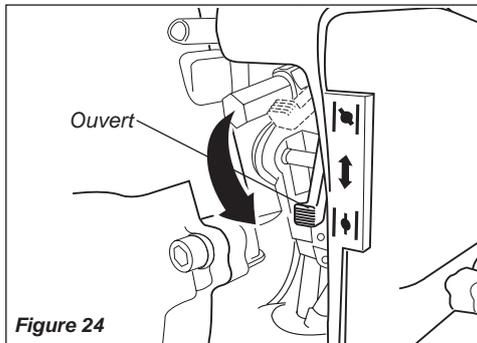

Figure 24
5. Quand le moteur démarre, baisser lentement le levier de starter vers la position ouverte. Voir la figure 24. (Si le moteur s'arrête après le premier démarrage, fermer le starter et recommencer.)